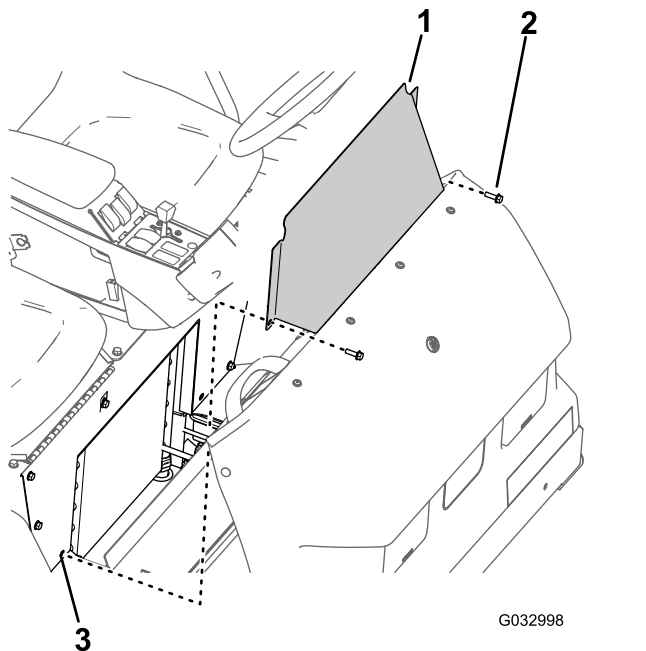

Рисунок 69
- Выверните два болта с фланцем, которые крепят панель доступа к основанию сиденья (Рисунок 69).
- Снимите панель доступа к основанию сиденья с машины (Рисунок 69).
- Совместите отверстия в панели доступа к основанию сиденья с отверстиями в основании сиденья (Рисунок 69).
- Прикрепите панель доступа к основанию сиденья с помощью двух болтов с фланцем (Рисунок 69), снятыми при выполнении пункта 1 раздела Демонтаж панели доступа к основанию сиденья (страница 63).